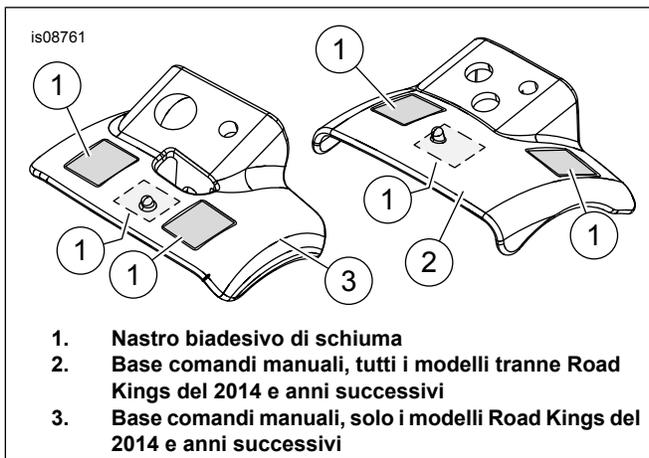

Figura 1. Base e nastro comandi manuali
2. Vedere Figura 1. Pulire con una miscela di 50-70 per cento di alcool isopropilico e 30-50 per cento di acqua distillata. Tagliare il nastro (1) e applicarlo sulla base del comando manuale (2 o 3) nei punti indicati.